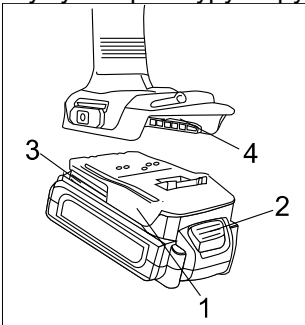

Рис.1
Натисніть на кнопку блокування акумулятора (2) та витягніть акумулятор (1) до від'єднання батареї. (Рис.1)